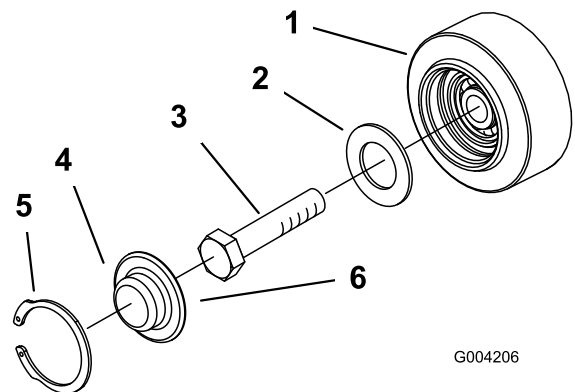

Figura 49
3. Retire o anel de retenção e o tampão da roda de estrada (Figura 49).
4. Verifique a lubrificação debaixo do tampão e em torno da junta (Figura 49). Se estiver suja, com grão ou retirada, limpe todo o lubrificante, substitua a junta e adicione novo lubrificante.